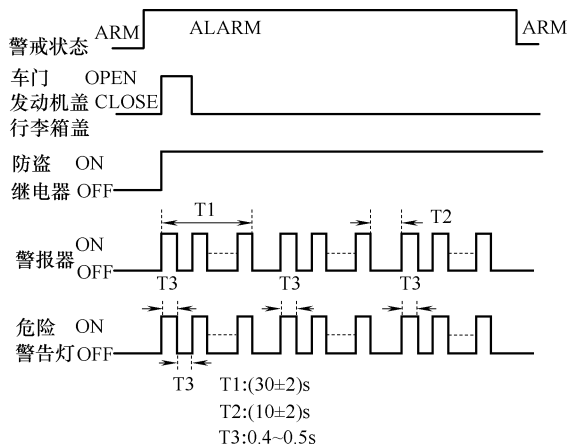

图 2-13 一般地区警报功能
1) 一般地区（图 2-13）警报功能。
① 在系统处于警戒状态时，如果打开任何车门或盖，进入警报状态，以 30sON、10sOFF 位周期输出警报器响及危险警告灯闪烁（中国、日本 3 次）。
② 确认警报器和危险警告灯输出的时间间隔。